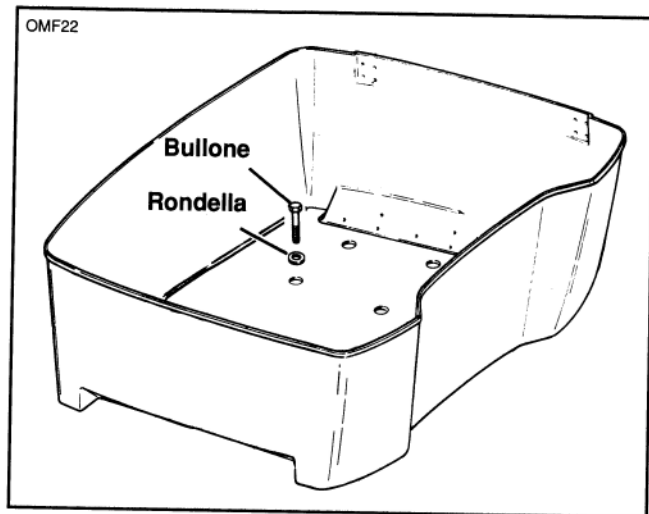

Figura 24. Installazione del Tour-Pak modelli FLT
6. Vedere la figura 24. Rimuovere i bulloni e le rondelle all'interno del Tour-Pak con l'aiuto di una chiave. Quindi rimuovere il Tour-Pak dalla grata portabagagli.